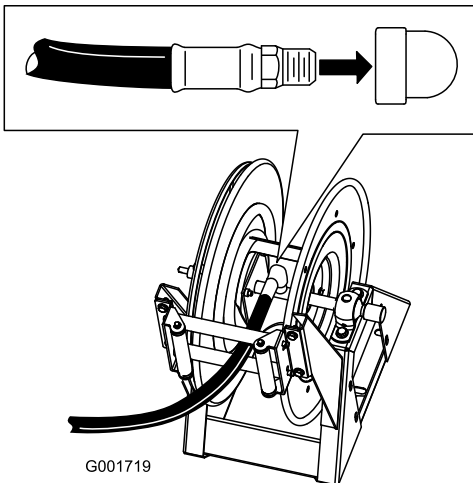

Bild 46
2. Wickeln Sie Teflon®-Band um das Gewinde an der Schlaucharmatur am langen Schlauch und setzen Sie die Armatur in das Anschlussrohr an der Trommel ein (Bild 46).